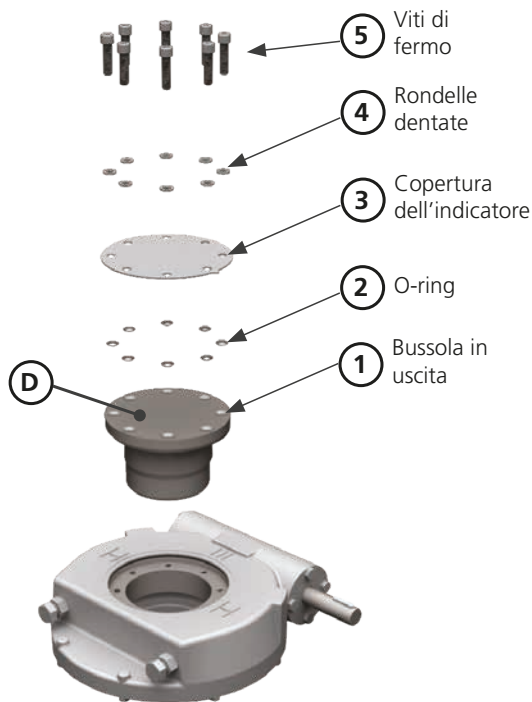
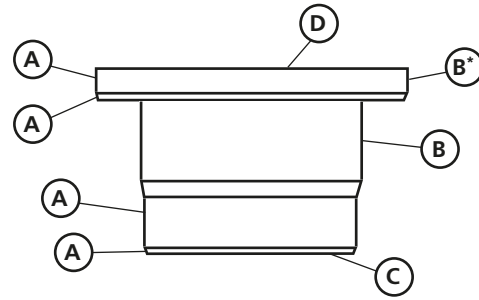

Figura 1 – Composizione della bussola in uscita
Figura 2 – Bussola in uscita, superfici importanti
Tutti i riduttori, tranne quelli delle serie da IW12 a IW16 e quelli della serie HOW13, sono dotati di una bussola in uscita rimovibile (elemento 1, Figura 1). Se non specificamente richiesto al momento dell'ordine, la bussola in uscita verrà fornita grezza, e deve essere lavorata per adattarla all'albero della valvola.
La Figura 1 mostra la composizione della bussola in uscita nel riduttore. Vedere la Figura 2 per rimuovere la bussola in uscita senza danneggiare le superfici di tenuta.
Note importanti sulla Figura 2:
Facendo riferimento ai numeri dei componenti contenuti nella Figura 1, è possibile rimuovere facilmente la bussola in uscita dalla parte superiore del riduttore rimuovendo prima le viti di fermo (5). Le viti sono dentellate sotto la testa o dotate di rondelle dentate (4). Rimuovere quindi l'indicatore/la piastra di copertura (3).
Facendo riferimento alla Figura 1, gli O-ring (2) sono utilizzati per sigillare la piastra dell'indicatore, la bussola in uscita e le viti di fermo. In fase di installazione finale sulla valvola, le viti (5) devono essere serrate alla coppia corretta indicata sull'etichetta affissa sul lato inferiore dell'indicatore/della piastra di copertura.
Prima di reinstallare la bussola in uscita dopo la lavorazione, controllare che le superfici contrassegnate con 'A' nella Figura 2 non siano danneggiate. Se le superfici fossero danneggiate, le tenute del riduttore potrebbero rompersi e causare infiltrazioni di acqua o perdite di grasso. L'applicazione di un sottile strato di grasso sulle superfici contrassegnate con 'A' agevolerà la reinstallazione della bussola.
Prima di procedere con il riassetto, pulire e sgrassare la superficie superiore della bussola in uscita, il lato inferiore dell'indicatore/della piastra di copertura e le viti a testa cilindrica con esagono incassato. Annotare la coppia di serraggio richiesta per le viti della bussola in uscita, indicata sull'etichetta che si trova sul lato inferiore della piastra dell'indicatore. Inserire le viti e le rondelle nei fori dell'indicatore/della piastra di copertura, come illustrato nella Figura 1.
Come indicato nella Figura 1 e nella Figura 2, si consiglia di applicare del sigillante al silicone sulla superficie 'D' per sigillare l'indicatore/la piastra di copertura sulla bussola in uscita, facendo attenzione a non applicare il sigillante sugli O-ring (2) o sulle superfici di tenuta degli O-ring. Per un elenco dei sigillanti accettabili, vedere la Tabella 4 a pagina 16.